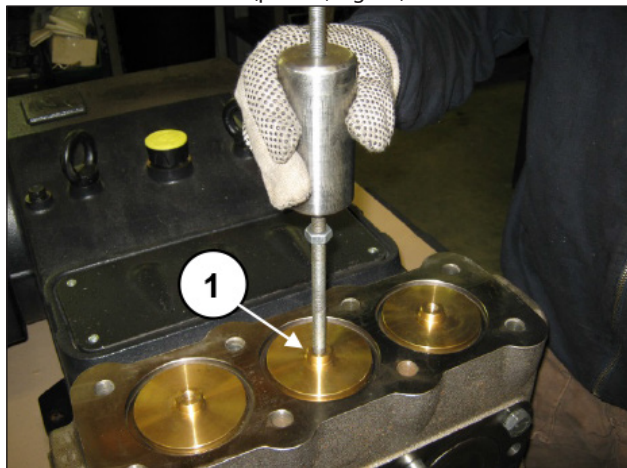

Fig. 90
- B) Estrarre i tappi valvola mediante l'utilizzo di un estrattore a massa battente M10 (pos. ①, Fig. 90).